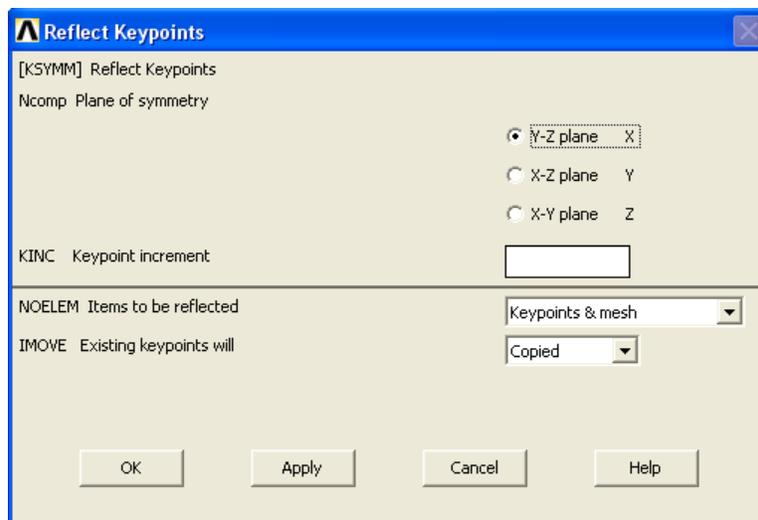

Рисунок 20. Вид окна *Reflect Keypoints*
- Появится диалоговое окно **Reflect Keypoints** (Рисунок 20), в котором указываем плоскость, относительно которой выполняется отображение (метка **Y-Z**) и в раскрывающемся списке **MOVE** указываем, что точки копируются (выбираем пункт **Copied**).